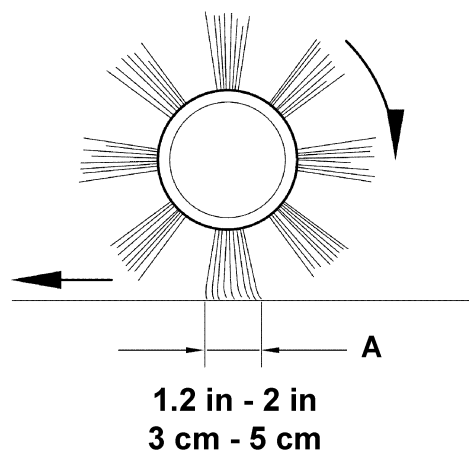
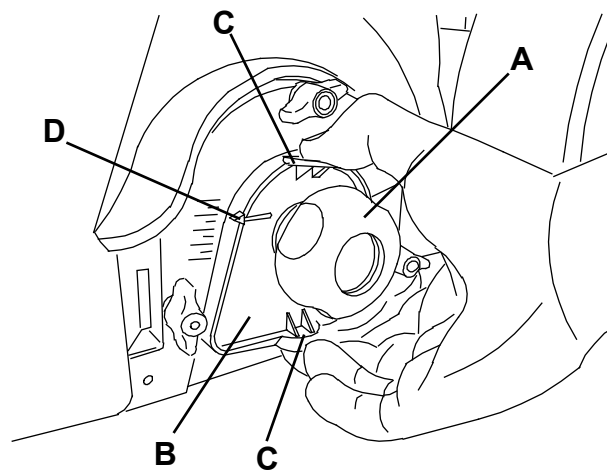

Abbildung 3
Abbildung 4
- Hauptkehrwalze durch Betätigen des Schalters (1) anhalten und Gerät zur Seite fahren.
- Überprüfen, ob die Hauptkehrwalzenspur (A, Abb. 3) in ihrer gesamten Länge 3 bis 5 cm breit ist.
2. Hauptschalter (1) auf 0 stellen.
3. Knopf (A, Abb. 4) von beiden Seiten des Geräts lösen.
4. Halterung (B) an den Punkten (C) greifen, nach außen ziehen und zur Einstellung der Hauptkehrwalzenhöhe anheben oder absenken. Übersicht (D) zeigt an, wie weit die Hauptkehrwalze bewegt werden muss. Knopf (A) von beiden Seiten des Geräts eindrehen und festziehen.